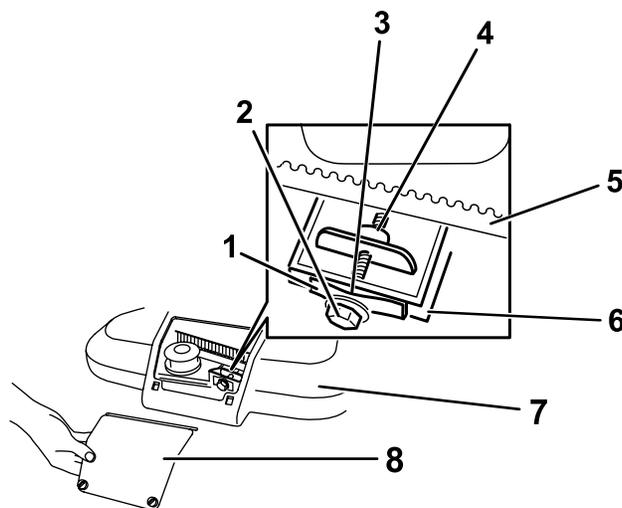

Рисунок 36
1. Ослабьте 2 болта крепления на $\frac{1}{4}$ оборота на панели доступа кожуха ремня и снимите панель (Рисунок 36)
Примечание: Если имеется видимый зазор между измерителем зазора и пружиной, затяните регулировочный болт и гайку до момента, когда бумага только начнет свободно входить в зазор и выходить из него (Рисунок 36).